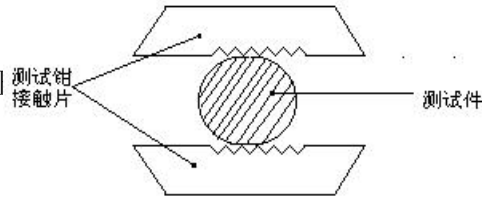

图7 测试钳与测试件的连接
4、将测试钳夹到被测试变压器测试点上时，注意要使测试钳上的两片接触片不要互相短路，接触片应各自与测试件接触牢固，且钳夹的红线要在外侧，如图7所示：